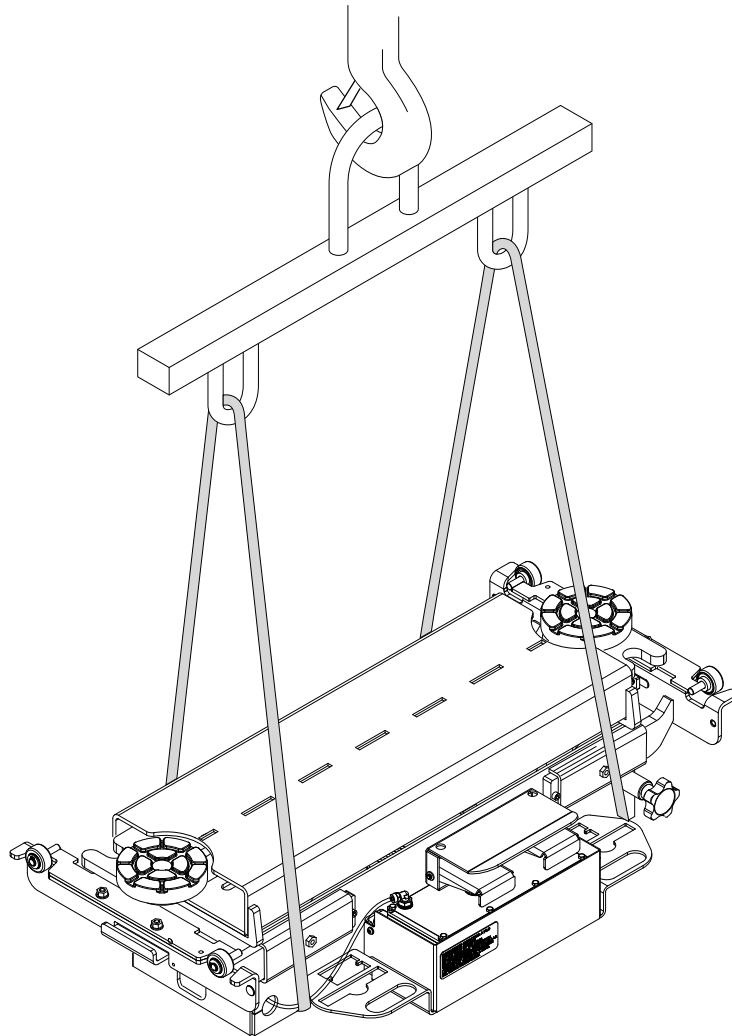

Fig. 2
- sollevare la macchina mediante l'uso di gru posizionando le brache come indicato in **fig. 2**;
- lift the machine using a fork-lift truck (crane), positioning the forks as shown in **Fig.2**;
- die Einrichtung mit einem Kran anheben, dabei die Seile gemäss **Abb. 2** anlegen.
- soulever la machine avec un chariot élévateur (grue) en positionnant les bras comme indiqué à la **Fig. 2**;
- elevar la máquina con grúa colocando las eslingas como se indica en la **Fig. 2**;